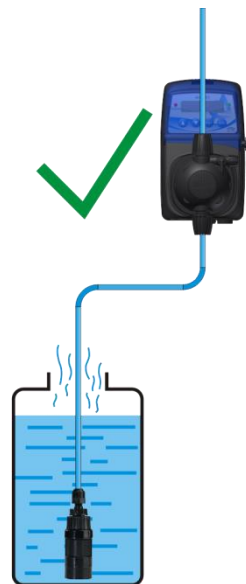

Figure 3
- Pour les produits chimiques qui dégagent des émanations agressives, ne pas installer la pompe au-dessus du réservoir à moins que ce dernier ne soit hermétiquement fermé (Fig. 3).